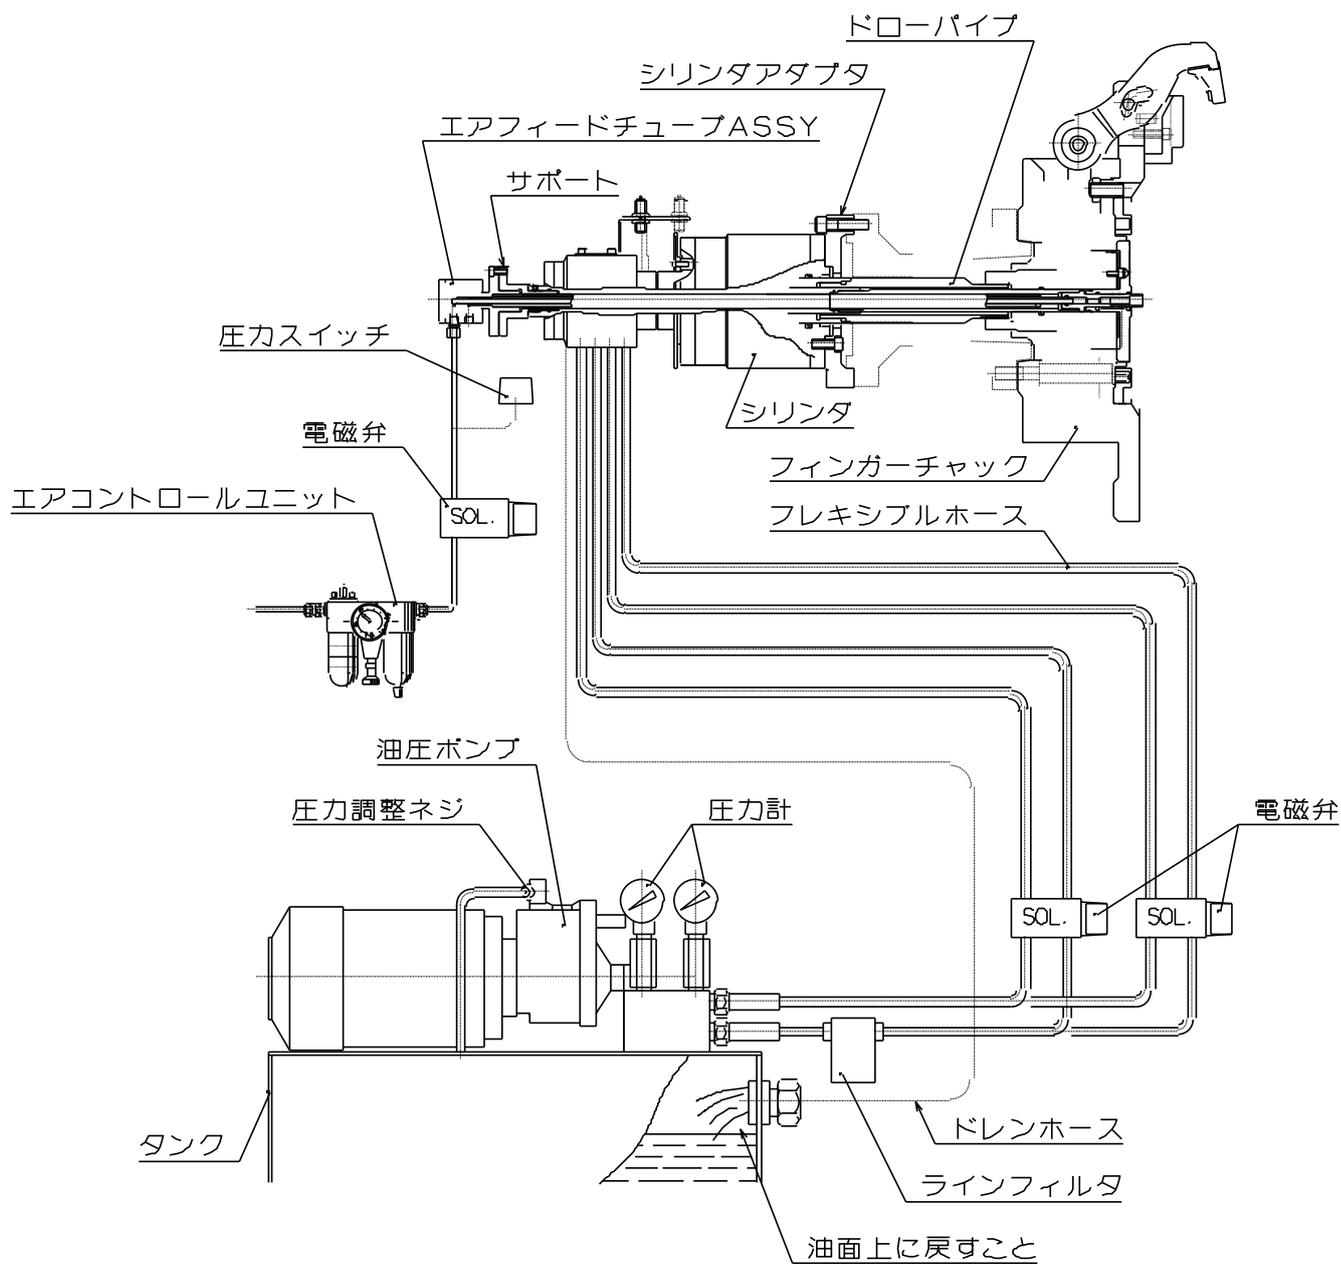

図 13
- ・ ドレンは必ず油圧ユニットの油面上に戻すこと。(図 13 参照)